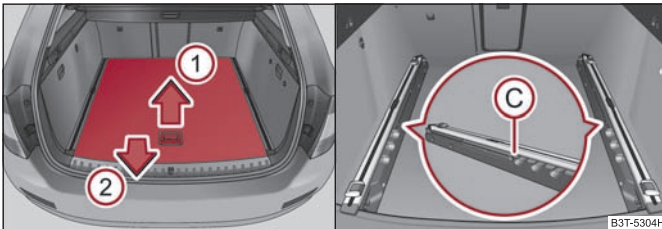
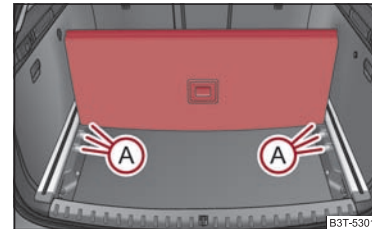

Abb. 87 Gepäckraum: variablen Ladeboden teilweise herausziehen
Abb. 88 Gepäckraum unterteilen
- Fassen Sie den hinteren Teil des variablen Bodens am Griff an, heben Sie ihn etwas in Pfeilrichtung ① ⇒ Abb. 87 an und ziehen Sie ihn über den Stoßfänger in Pfeilrichtung ② heraus, bis er in der Öffnung ③ ⇒ Abb. 87 einrastet.
- Zum Hineinschieben des variablen Ladebodens fassen Sie den Teil des Bodens am Griff, heben ihn etwas in Pfeilrichtung ① an und schieben ihn bis zum Anschlag nach vorn.
- Fassen Sie den hinteren Teil des Bodens im Griff an, heben Sie ihn in Pfeilrichtung ① ⇒ Abb. 87 und setzen den hinteren Rand in eine der Öffnungen ② ⇒ Abb. 88 ein.